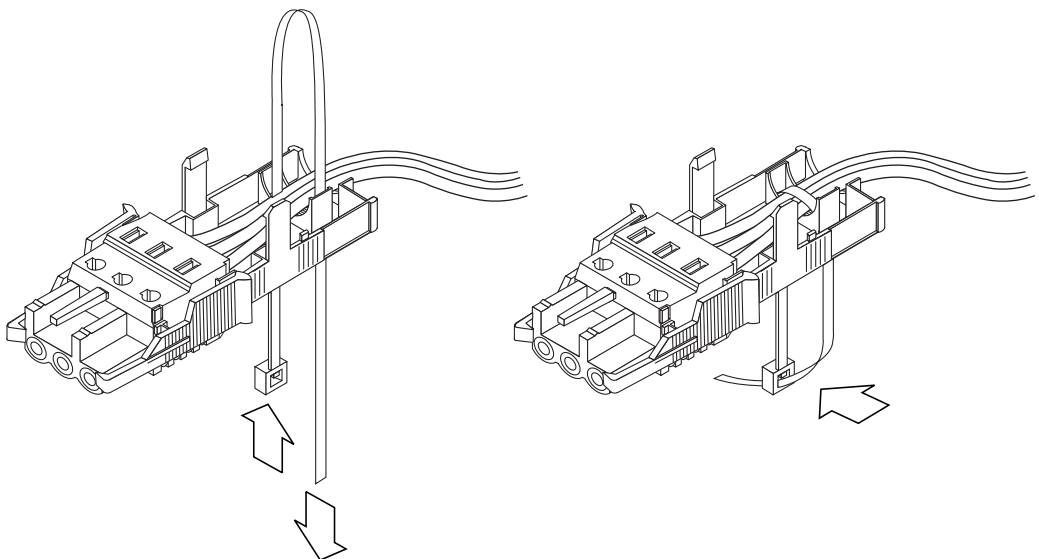

ABBILDUNG 3-12 Befestigen der Drähte an der Zugentlastungsvorrichtung
4. Legen Sie die Kabelklemme locker über die Drähte, führen Sie sie auf der anderen Seite wieder aus der Zugentlastungsvorrichtung heraus, und ziehen Sie sie dann fest, um damit die Drähte an der Zugentlastungsvorrichtung zu befestigen (siehe ABBILDUNG 3-12).